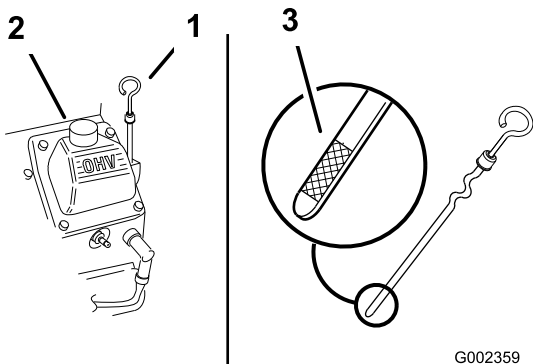

Bild 21
3. Reinigen Sie den Bereich um den Ölpeilstab (Bild 21), damit kein Schmutz in den Einfüllstutzen gelangen und den Motor beschädigen kann.
4. Schrauben Sie den Ölpeilstab heraus und wischen Sie das Metallende ab (Bild 21).
5. Schieben Sie den Ölpeilstab vollständig in den Einfüllstutzen (nicht in den Einfüllstutzen einschrauben) (Bild 21).
6. Gießen Sie ca. 80 % der angegebenen Ölmenge langsam in den Einfüllstutzen (Bild 21).